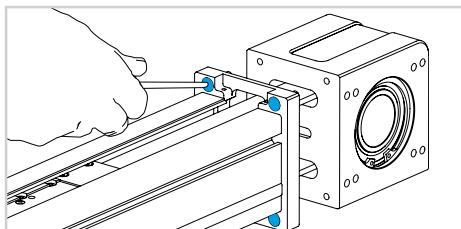

图 14
- 14) 拧开 4 个螺丝，将驱动头与型材分开（图 14）。